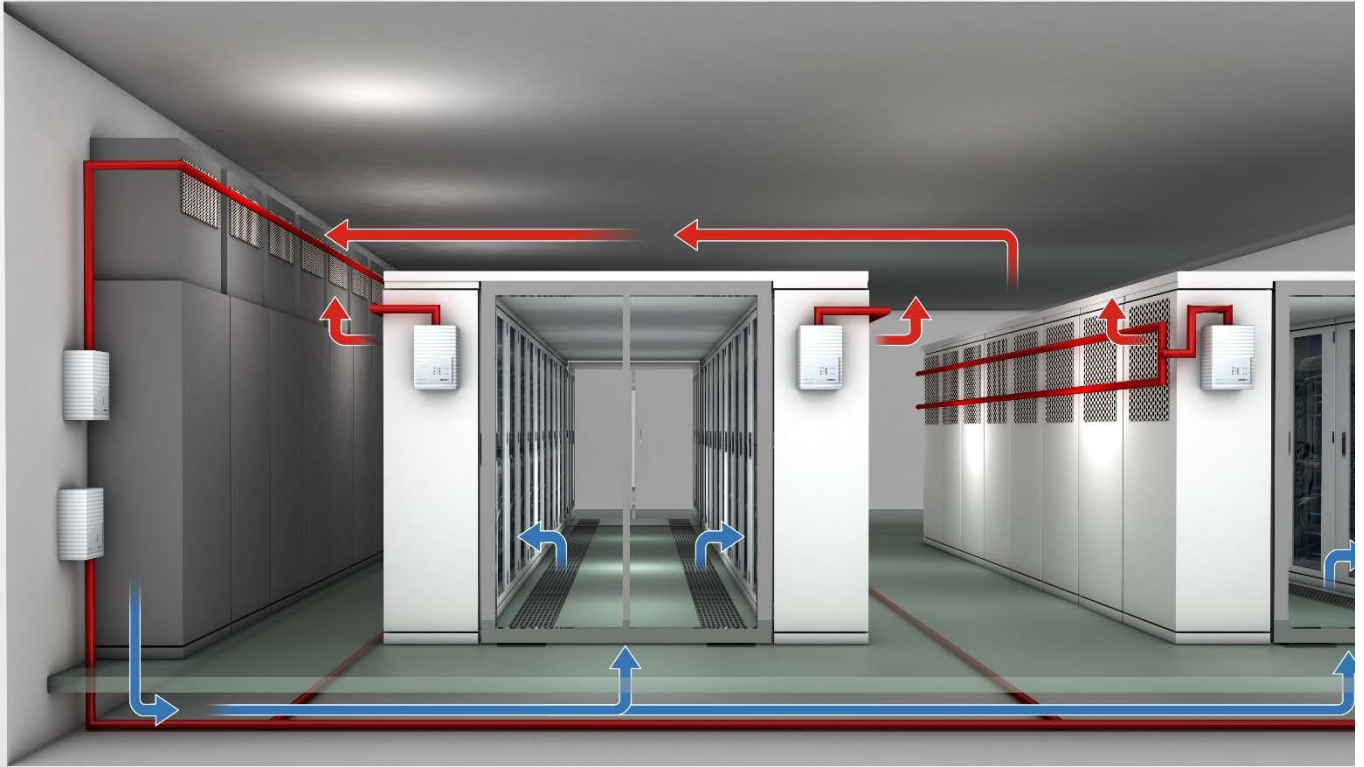

Рис. 3.1, Пример распределения воздушных потоков внутри машинного зала ЦОД
- Наличие в защищаемом помещении быстрых воздушных потоков, вызванных работой системы принудительного охлаждения воздуха и/или системой вентиляции, и препятствующих попаданию дыма на потолок защищаемого помещения (Рис. 3.1)